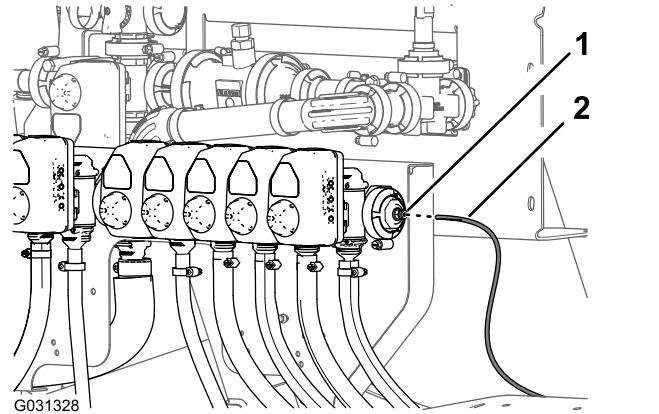

Bild 139
1. Fluchten Sie das Ende des Druckmessschlauches (Kunststoff) für das Druckmanometer im Armaturenbrett mit dem arretierenden Stelling der Schlauchkupplung aus (Bild 139).
2. Setzen Sie den Messschlauch in den arretierenden Stelling ein, bis er fest sitzt (Bild 139).